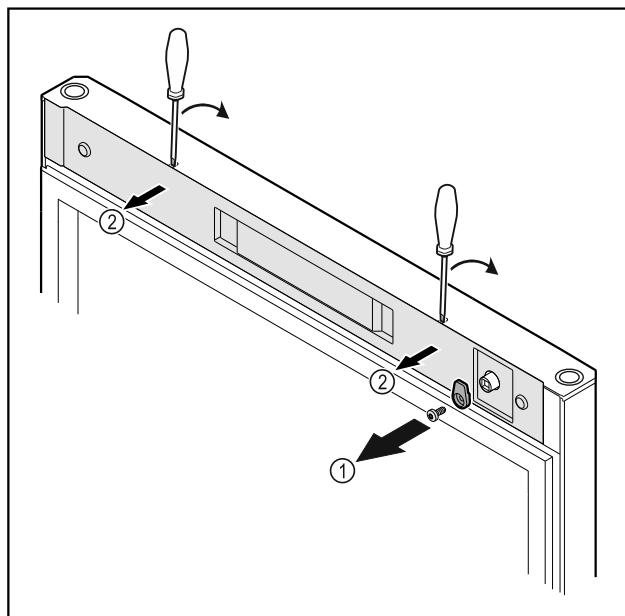

Fig. 18
- ▶ Odvignite kuke za zatvaranje Fig. 18 (1).
- ▶ Odvojite poklopac Fig. 18 (2) malim odvijačem i skinite ga.